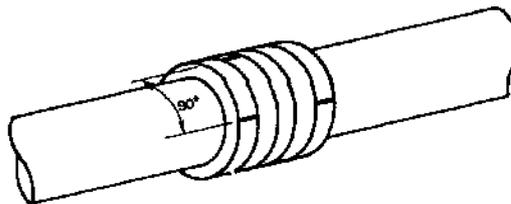

Fig. 21 – Posición de los anillos desfasados en 90°
- Proceder al montaje en la secuencia invertida a la del desmontaje, introduciendo cada pieza en el interior de la cámara de prensaestopas con la ayuda de la brida de prensaestopas. Los anillos de la prensaestopa deberán ser montados de forma que sus extremos queden desplazados a 90° uno del otro. (Ver Fig.21).